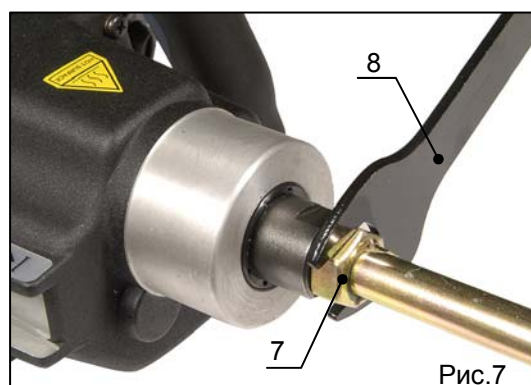

Рис.7
1. Вкрутите от руки в шпindel мешалку (поз.7, рис.7), поворачивая последнюю по часовой стрелке.
2. С помощью ключа (поз.8, рис.7), входящего в комплект поставки, зафиксируйте мешалку на шпинделе.